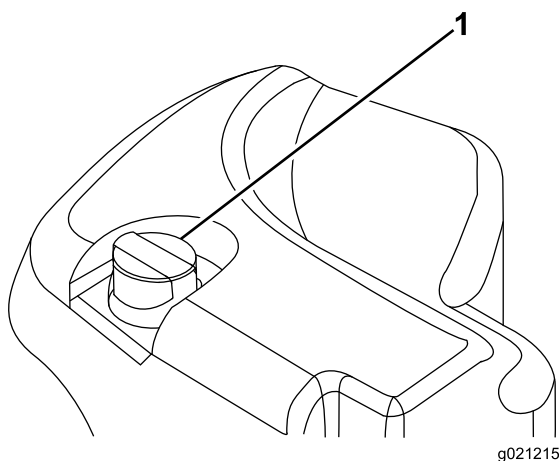

Рисунок 34
2. Очистите зону вокруг заливной горловины и крышки гидравлического бака (Рисунок 34).